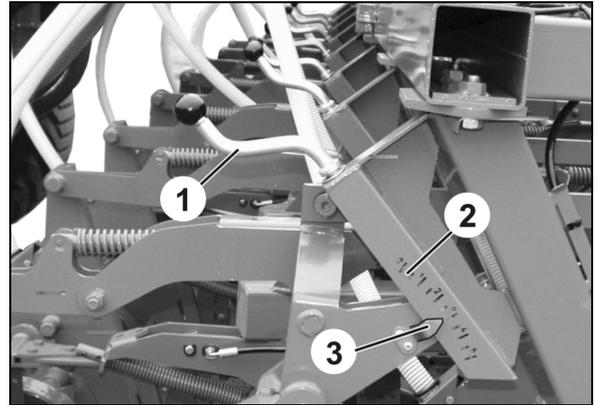

Fig. 95
10. Die Injektorschleusenklappe (Fig. 95/1) mit besonderer Vorsicht schließen (Quetschgefahr!).